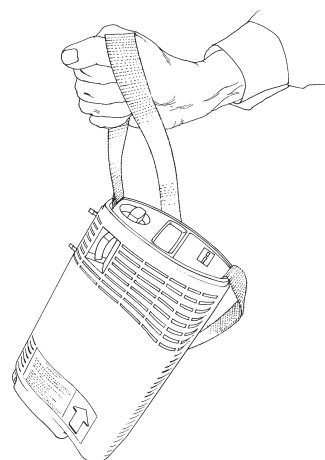

Figura 13
9. Verifique o indicador de conteúdo de oxigénio líquido (Figura 13).